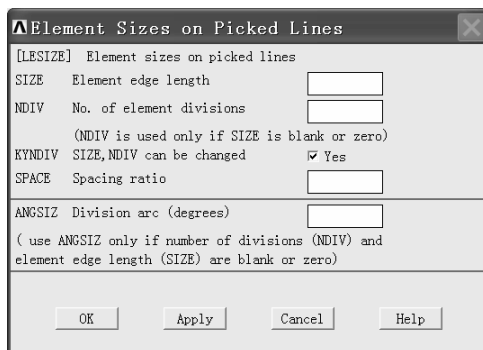

图 2-154 “Element Sizes on Picked Lines”窗口
(5) 单击“Element Si...”窗口中的“Pick All”按钮，弹出“Element Sizes on Picked Lines”窗口（见图 2-154）。